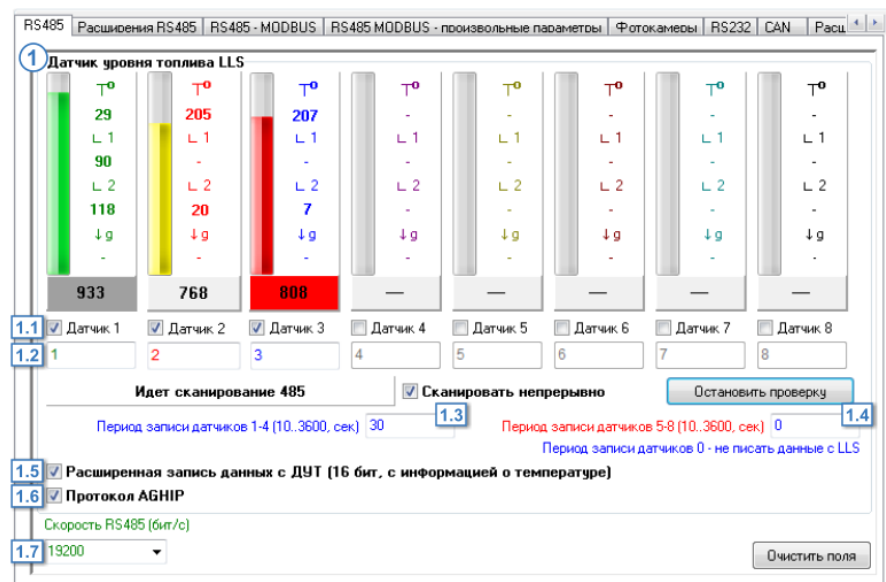

Рис.44. Вкладка «RS-485».
На вкладке «RS-485» необходимо разрешить работу прибора с нужными датчиками. Для этого – установить галочки напротив опций «Датчик 1 (2..8)» (**Рис.44, п. 1.1**) и настроить параметры шины:
- установить сетевые адреса датчиков в соответствующих полях (**Рис.44, п. 1.2**). Возможные адреса датчиков уровня топлива LLS – 1-254. Показания датчика, адрес которого задан в поле «Датчик 1», будут записываться как показания датчика LLS1 в приборе «АвтоГРАФ», показания датчика, адрес которого задан в поле «Датчик 2», будут записываться как данные датчика LLS2 и т. д.
- задать период записи показаний с датчиков, подключенных к шине RS-485. Периоды записи задаются отдельно для датчиков 1-4 (**Рис.44, п. 1.3**) и 5-8 (**Рис.44, п. 1.4**). Минимальное значение периода – 10 секунд, максимальное значение – 3600 секунд, 0 – не писать данные с ДУТ.
- если вместе с показаниями датчика прибор «АвтоГРАФ» считывает с датчика и показания температуры, то включить опцию «Расширенная запись данных с ДУТ» (**Рис.44, п. 1.5**). Разрядность данных в этом случае увеличится до 16 бит.
- если к прибору «АвтоГРАФ» подключаются датчики уровня топлива «TKLS» производства ООО «ТехноКом», то рекомендуется включить опцию «Протокол AGHIP» (**Рис.44, п. 1.6**). Протокол AGHIP – это протокол обмена данными между бортовыми контроллерами «АвтоГРАФ» и датчиками уровня топлива «TKLS» и «TKLS-L». При считывании данных в протоколе AGHIP доступны дополнительные параметры датчиков: углы наклона осей и значение ускорения. При включении данного протокола автоматически включается опция «Расширенная запись данных с ДУТ» (**Рис.44, п. 1.5**), т.к. дополнительная информация, передаваемая в протоколе AGHIP, требует увеличения разрядности данных.
- задать скорость работы шины RS-485 (**Рис.44, п. 1.7**). По умолчанию скорость шины – 19200 бит/с. Все устройства, подключаемые к шине RS-485 прибора «АвтоГРАФ», должны быть настроены на скорость шины RS-485 этого прибора. Данная настройка задается общая для всей шины RS-485.